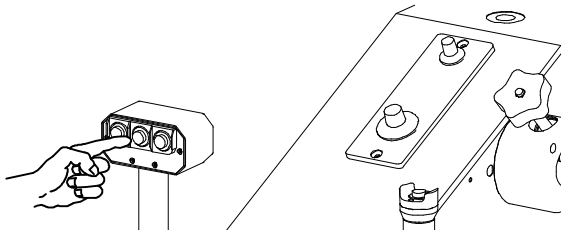

Fig. 13
d) El pulsador número 2 (Fig. 13), en el centro de la caja de pulsadores, se utiliza para cortar materiales semiduros con el uso de troqueles con un desarrollo lineal medio.